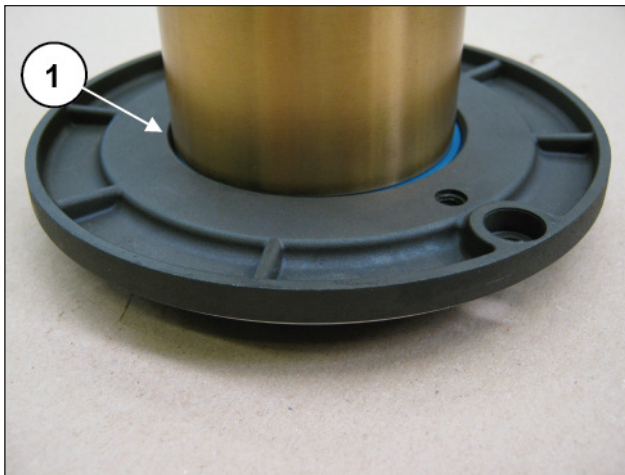

Abb. 137
Montieren Sie den radialen Dichtring in den Ölabbstreifendeckel (Pos. ①, Abb. 137) und verwenden Sie hierzu einen Puffer oder ein anderes Werkzeug (spezifisches Werkzeug Art-Nr. 27643500).